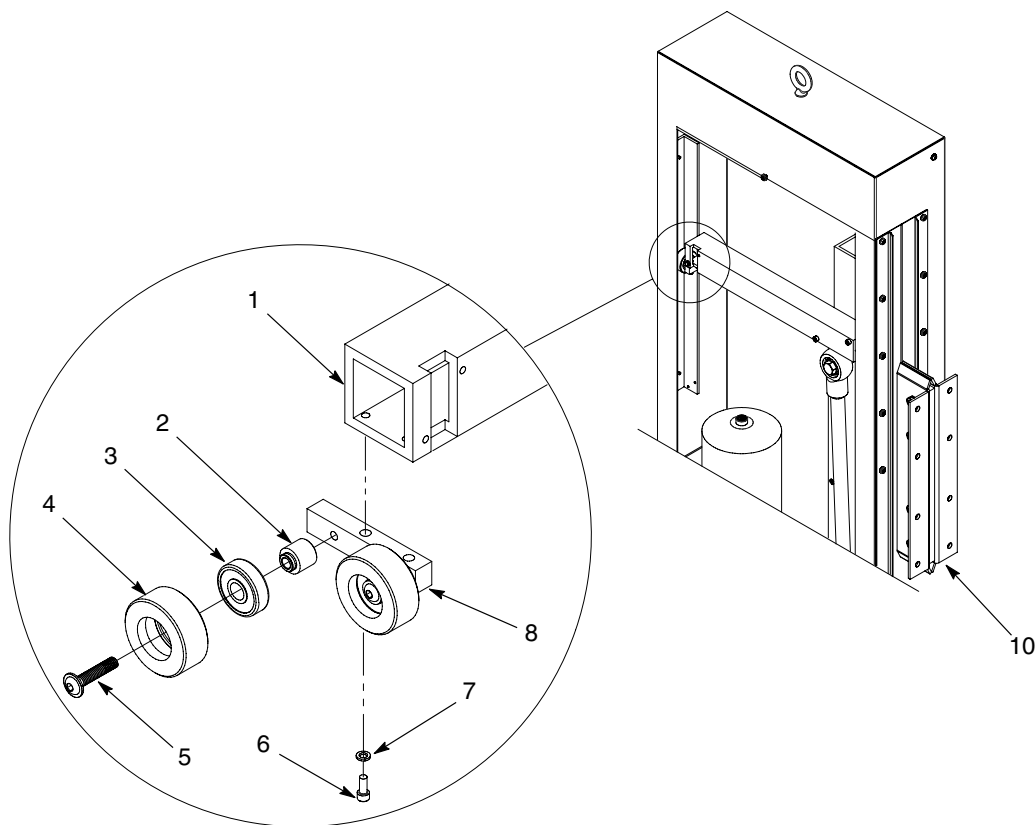

Abb. 12 Typische Rollenbaugruppe (Konfiguration mit VFD abgebildet)
2. Siehe Abbildung 12. Darauf achten, dass der Pistolenwagen (10) sich in der unteren Position befindet.
3. Die Schrauben (6) und Sicherungsringe (7) abnehmen, mit denen der Rollenblock (8) an der Stabilisierungsstange (1) befestigt ist.
4. Die Halbrundschraube (5) entfernen, die Rad (4), Lager (3) und Achse (2) am Rollenblock (8) hält. Nur Rad und Lager entsorgen.
5. Das neue Rad (4), neue Lager (3) sowie die Achse (2) mit der Halbrundschraube (5) am Rollenblock (8) montieren. Die Schrauben fest anziehen.
6. Den Rollenblock (8) mit den Sicherungsringen (7) und Schrauben (6) an der Stabilisierungsstange (1) installieren. Die Schrauben fest anziehen.